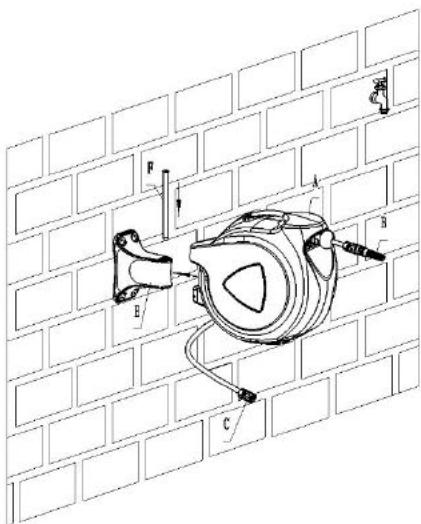

Bild 6
4. Fäst vindan på väggfästet med metallröret. (*Bild 6*)